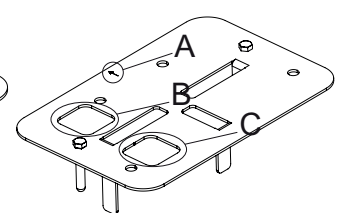

Fig. 4D
- Coloque la placa de forma que la flecha en la misma (ref. A) apunte a la cremallera (Fig. 4D).
- Introduzca las mangueras para el paso de los cables en el orificio cuadrado (ref. B) que permite el paso de una manguera de 32 mm y una de 25 mm. Si fuera necesario introducir otras mangueras, abra el segundo orificio cuadrado (ref. C) presente en la placa (Fig. 4D). Las mangueras deben sobresalir 5 cm de la placa.